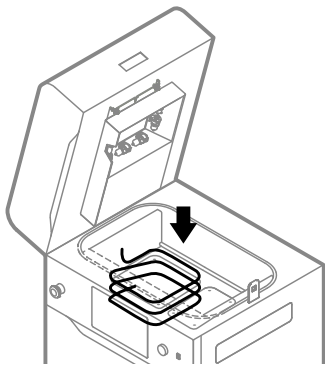

Abb. 12.38 Bringe eine neue Glasfaserdichtung an.
20. Lege ein neues Glasfaserseil an, indem Du es dreimal um das Feed Bed wickelst. Achte darauf, dass Du das Glasfaserseil nicht dehnt (Abb. 12.38).